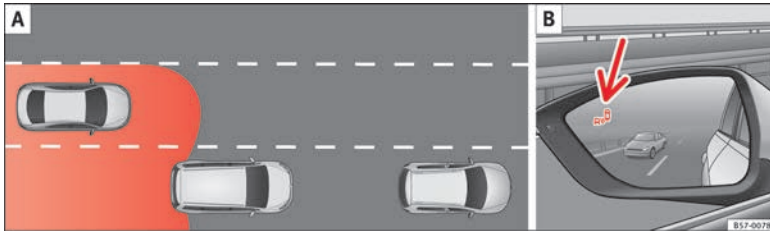

Abb. 209 Schematische Darstellung: **A** Überholvorgang mit Verkehr im hinteren Bereich. **B** Anzeige des Blind-Spot-Assistenten im Außenspiegel links.
Die Radarsensoren befinden sich links und rechts am hinteren Stoßfänger und sind von außen nicht sichtbar »» **Abb. 208**. Die Sensoren erfassen den Bereich des toten Winkels, sowie den hinter dem Fahrzeug erzeugten Verkehr »» **Abb. 209**, »» **Abb. 210**. Die Seitenbereiche umfassen etwas über eine Fahrbahnbreite.
In nachfolgenden Situation wird die Anzeige im Außenspiegel »» **Abb. 209** **B** (Pfeil) oder »» **Abb. 210** **B** (Pfeil) dargestellt:
- Bei einer Überholung durch ein anderes Fahrzeug »» **Abb. 209** **A**.